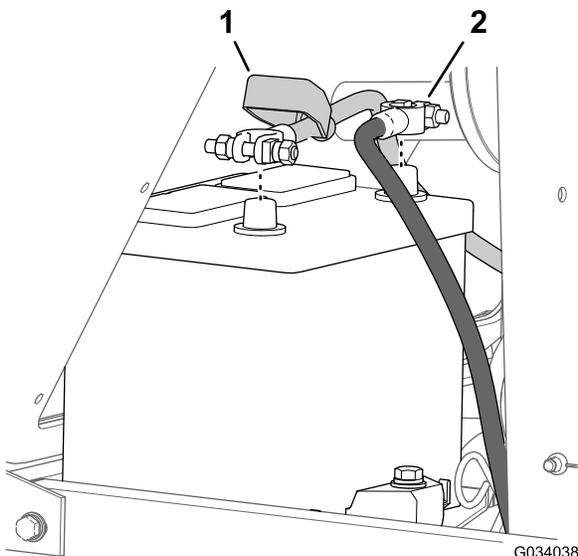

図 56
2. バッテリー端子から、マイナス-ケーブルを外す **図 56。**
8. バッテリーのマイナス端子にマイナス = ケーブルを接続する **図 56。**
3. バッテリー端子部から絶縁ゴムカバーを外す **図 56。**
4. バッテリー端子から、プラス+ケーブルを外す **図 56。**
7. バッテリーのプラス端子にプラス+ケーブルを接続する **図 56。**